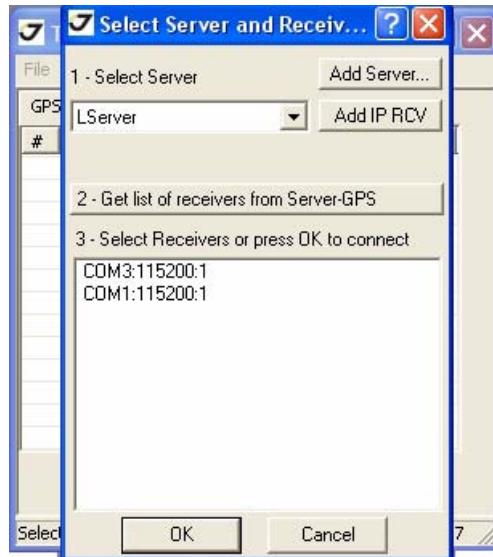

Рисунок 3-1. Параметры соединения
2. Запустите TriVU. Выберите порт (COM) и нажмите Ok (Рисунок 3-1).